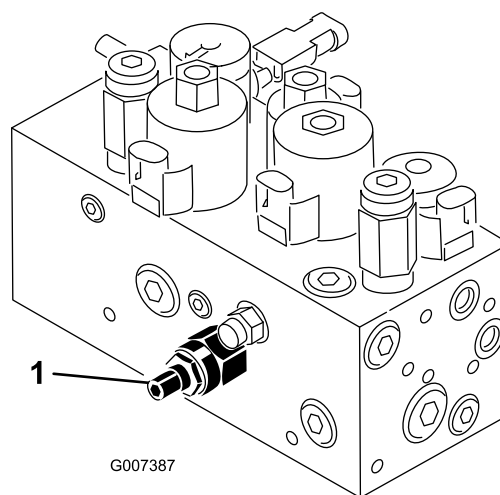

Figure 59
Le circuit de relevage/descente des plateaux de coupe de cette machine est muni d'un régulateur de débit (Figure 59). Celui-ci est ouvert en usine d'environ 3 tours. Il faut cependant parfois le régler pour compenser les différences de températures de l'huile hydraulique, des vitesses de tonte, etc. Dans ce cas, procédez comme suit :
1. Soulevez le siège et trouvez le régulateur de débit du bâti de traction central (Figure 59) situé sur le côté du collecteur hydraulique.